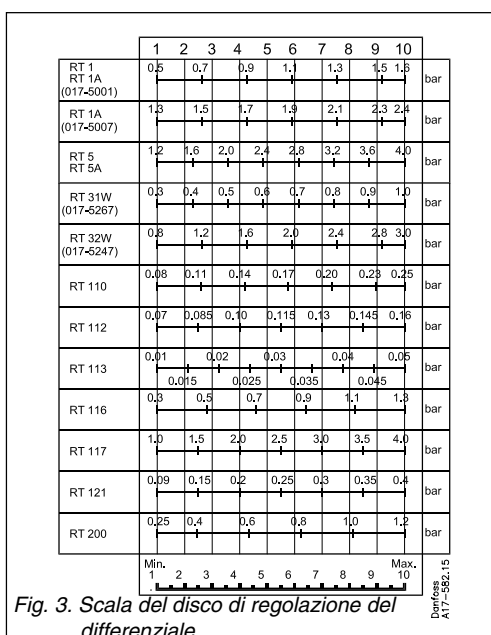

Fig. 3. Scala del disco di regolazione del differenziale
Il valore viene impostato usando la manopola di regolazione (5) leggendo allo stesso tempo la scala di regolazione (9). Per i pressostati muniti di cappuccio di tenuta, devono essere usati appositi utensili. In unità provviste di differenziale fisso, la differenza tra pressione di inserimento e disinserimento è fissa. Se le unità hanno differenziale regolabile, il coperchio anteriore deve essere rimosso. Il disco differenziale (19) deve essere impostato in base al diagramma di fig. 3.
Scegliere un RT 116 con un campo di 1-10 bar e un differenziale regolabile di 0,2 bar-1,3 bar. La pressione di avvio di 6 bar deve essere impostata sulla scala. Il differenziale deve essere regolato come differenza tra la pressione d'arresto (7 bar) e la pressione d'avvio (6 bar)=1 bar. In base alla fig. 3, il differenziale deve essere impostato su 8.